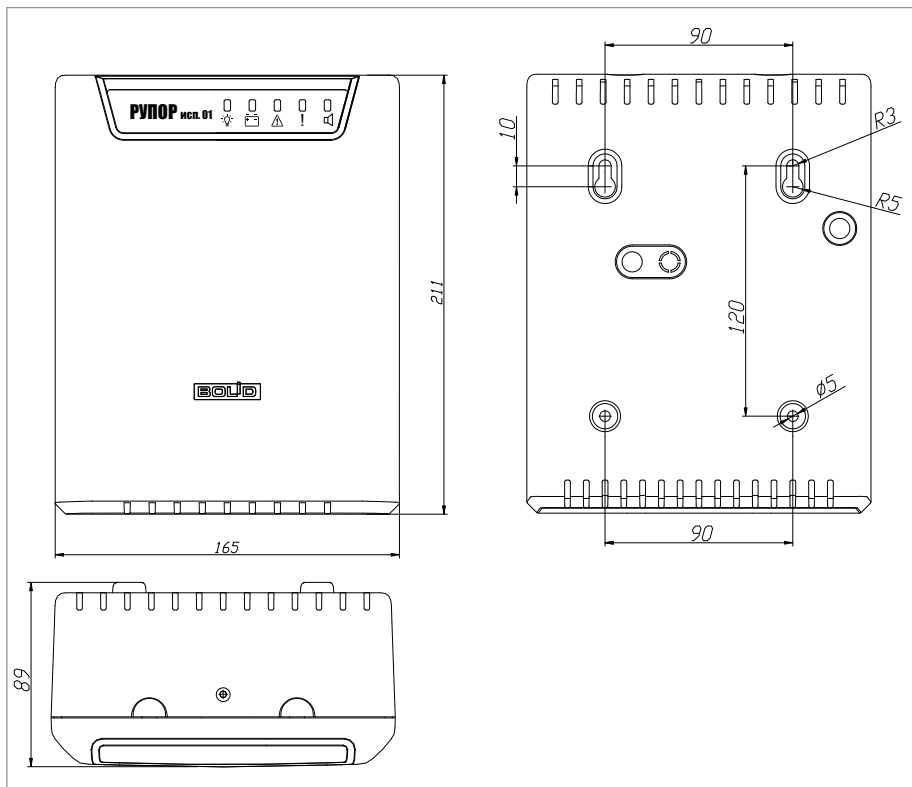

Рисунок 32. Внешний вид и габаритные размеры блока «Рупор исп.01»
1. Наметьте на стене места для четырех установочных отверстий в соответствии с габаритным чертежом (см. Рисунок 32). Просверлите отверстия.